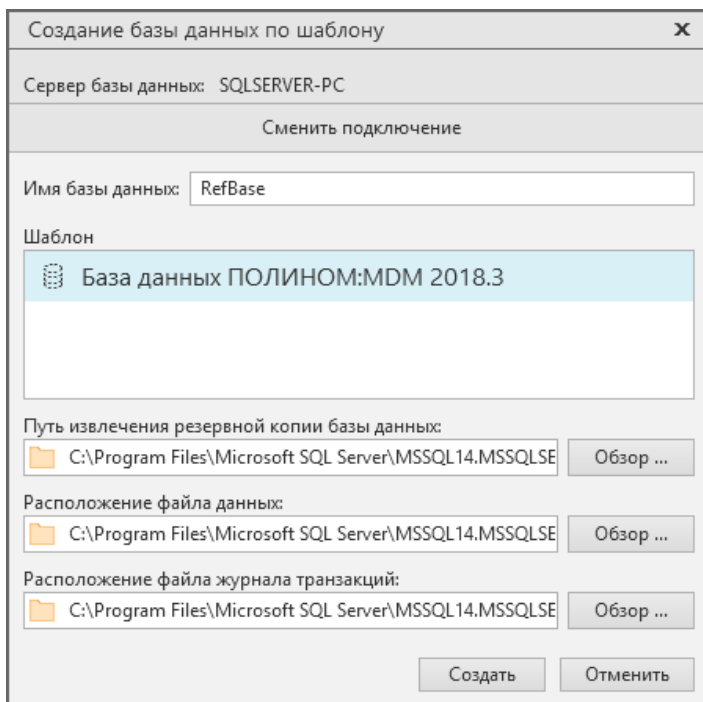

Рис. 4.41
6. Введите имя базы данных и выберите шаблон (рис. 4.41).